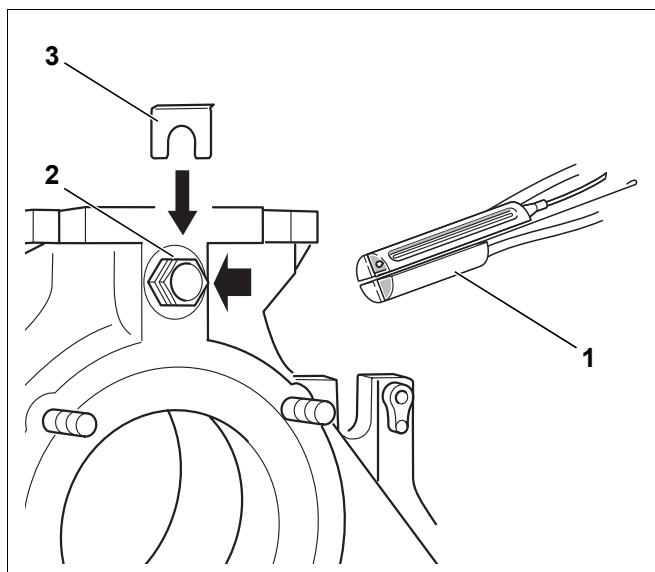

Bild 62 Temperaturfühlerpaket montieren
Das am Regelgerät angeschlossene Temperaturfühlerpaket (drei Temperaturfühler, ein Fühlerblindstück Bild 62, **Pos. 1**) wird in die Tauchhülse R $\frac{3}{4}$ eingebaut.
- ▶ Kapillarrohrfühler zu der Messstelle des Heizkessels führen und dort die Fühler in die Tauchhülse Bild 62, **Pos. 2**) einführen und mit der Fühlersicherung Bild 62, **Pos. 3**) sichern.